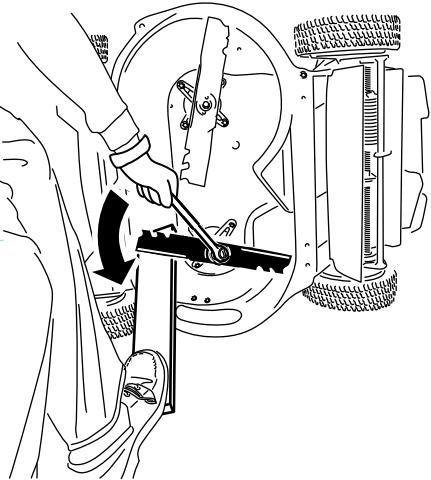

Figure 29
- Utilisez un bloc de bois pour immobiliser chaque lame et tournez le boulon de lame dans le sens antihoraire, comme montré à la Figure 29.